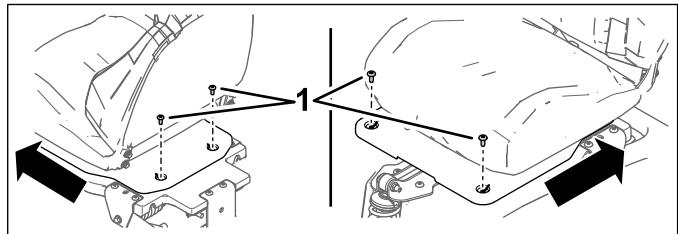

Figura 2
- B. Obtenha acesso aos 4 parafusos Torx que prende o assento à estrutura. Retire os parafusos e, sem seguida, retire cuidadosamente e coloque de lado o conjunto do assento (Figura 2).